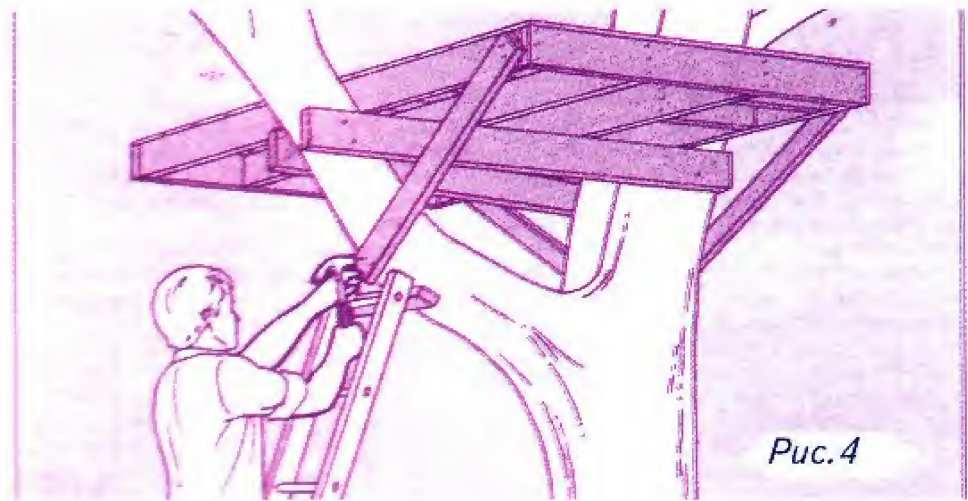

Рис.4
3. Зміцнення платформи розкосами (рис.4). Між бічними сторонами платфор-
Характеристику внутрішніх просторів дає і поперечний розріз (рис. 4), завдяки якому ми можемо уявити характер конструктивного вирішення даного будинку.